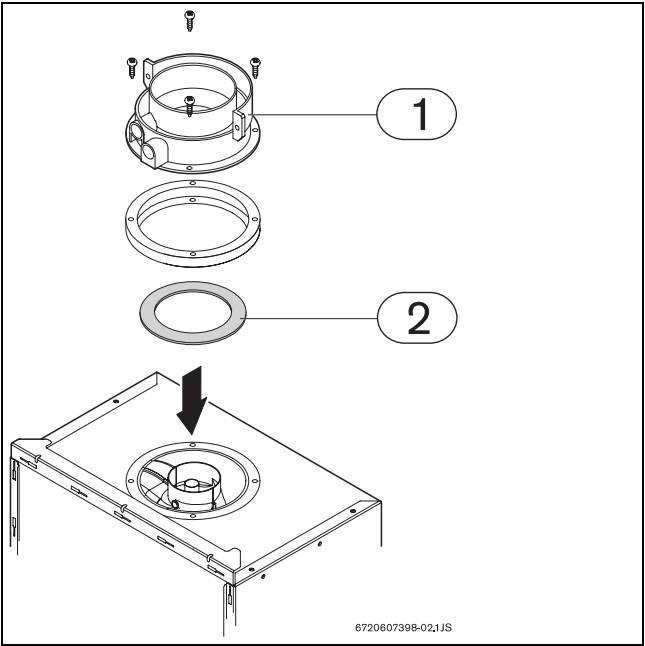

Fig. 6 Diafragma
Dependiendo del tipo de salida y de las condiciones de instalación, se deberá colocar un diafragma (→Fig. 6) debajo del adaptador (tabela 9 y 10).
- Aflojar los tornillos de fijación del adaptador (→Fig. 6, pos. 1).
- Colocar el diafragma (→Fig. 6, pos. 2) entre el adaptador y el ventilador.
- Volver a fijar el adaptador al aparato con los 4 tornillos (→Fig. 6, pos. 1).